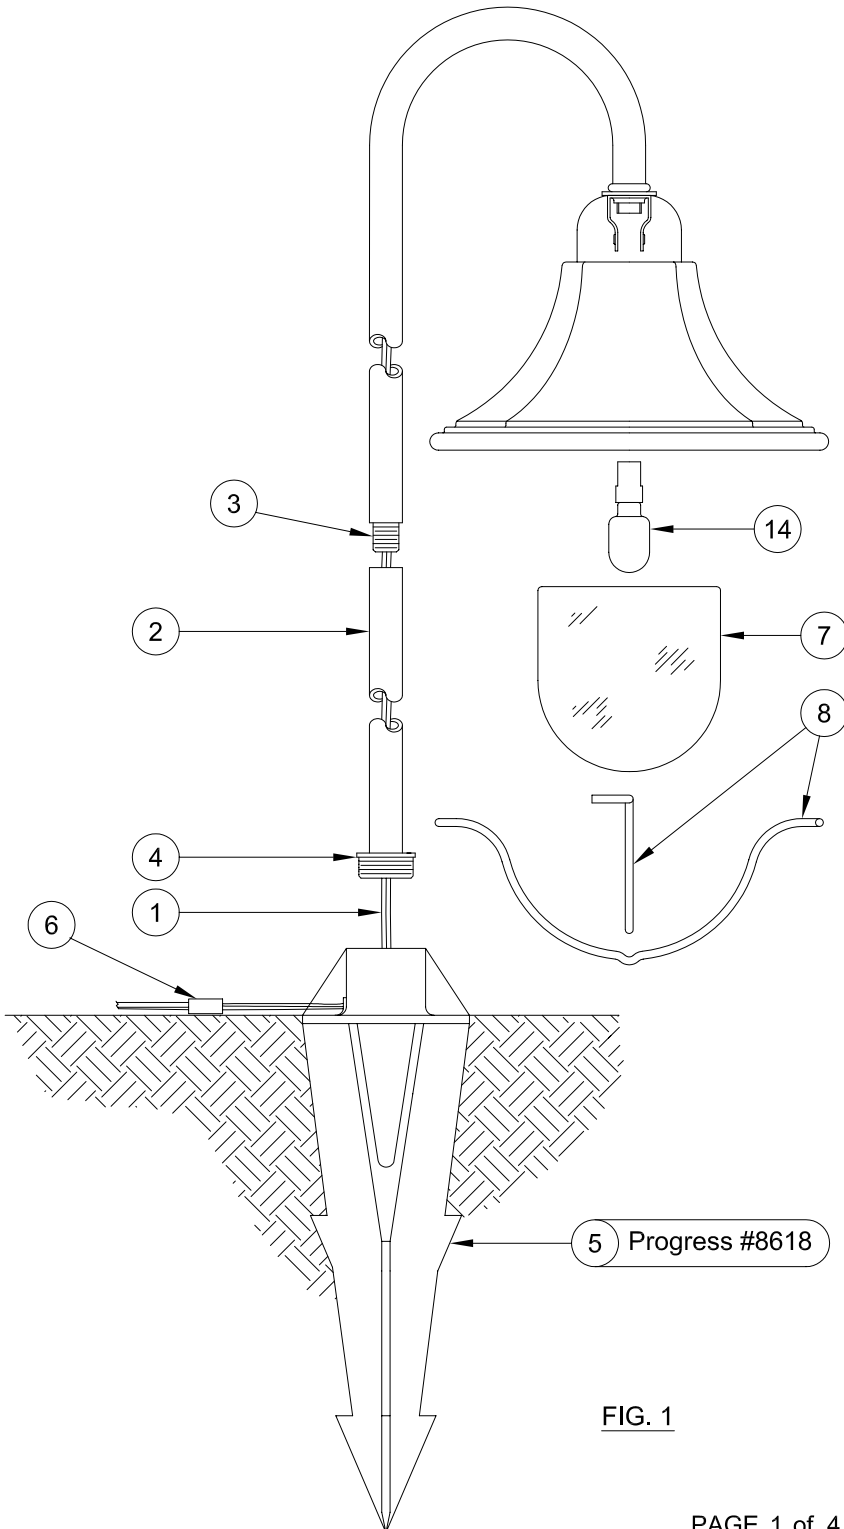
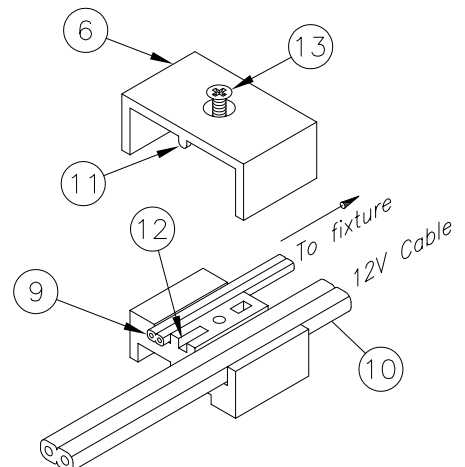

FIG. 1
FIG. 2
- 1.- Slip Fixture Wires (1) through Stem (2) and down through top opening of Ground Stake (5). Thread Stem (2) onto Nipple (3).
- 2.- Thread Adapter (4) firmly down into Progress 8618 Ground Stake (5) and make connections to supply wires using Wire Connector (6) as shown (Fig. 1). Push stake down into ground until top of stake is even with grade (Fig. 1).
- 3.- Install Lamp (14) 12 volt, 18 watt wedge base (T-5, #921).
- 4.- Install Glass Shade (7).
- 5.- Snap Wire Cage (8) into place.
6.- Connect Fixture Wire (9) to selected 10 or 12 Ga. Cable (10) with the Wire Connector Assembly (6) provided with fixture. (Fig. 2)
7.- Press 10 Ga. cable into slot marked 10 Ga. Press 12 Ga. cable into slot marked 12 Ga. Lay the 18 Ga. Wire into slot marked 18 Ga. (Fig. 2) **Caution:** Wires must lay flat in the slot.
8.- Assemble the Wire Connector (6) by aligning the Tab (11) of the contact half of the connector with the Notch (12) in the wired half of the connector. (Fig. 2)
9.- Compress the two halves by securely tightening the Thread Cutting Screw (13), forcing the contacts into the wires. (Fig. 2)
- 1.- Deslice los alambres del aparato de luz (1) por el vástago (2) y hacia abajo por la abertura más alta en la estaca (5). Enrosque el vástago (2) en la boquilla roscada (3).
- 2.- Enrosque firmemente el adaptador (4) en la estaca a tierra Progress 8618 (5) y haga las conexiones de los alambres de suministro usando el conector de alambre (6) como se muestra (Fig. 1). Empuje la estaca hacia abajo en el terreno hasta que la parte superior de la estaca quede al ras del suelo (Figura 1).
- 3.- Instale una bombilla (14) de 12 voltios, con un casquillo en cuña de 18 vatios (T-5, #921).
- 4.- Instale la pantalla de vidrio (7).
- 5.- Encaje el armazón (8) en su posición.
- PRECAUCIÓN:** El vidrio es frágil, maneje con cuidado la lente de vidrio (7) y la lámpara.
- 6.- Conecte el alambre del aparato de luz (9) al cable de 10 o 12 Ga seleccionado (10) usando el conector de alambres (6) provisto con el aparato de luz.
- 7.- Introduzca el cable de 10 Ga. en la ranura indicada 10 Ga. Introduzca el cable de 12 Ga. en la ranura indicada 12 Ga. Coloque el alambre de 18 Ga. en la ranura indicada 18 Ga. (Fig. 2) Precaución: Los alambres deben quedar planos en la ranura.
- 8.- Ensamble el conector de alambre (6) alineando la lengüeta (11) de la mitad del conector que hace conexiones con la muesca (12) en la mitad del conector que contiene alambres. (Fig. 2)
- 9.- Comprima las dos mitades ajustando firmemente el tornillo cortante (13), forzando los contactos en los alambres. (Fig. 2)
- 1.- Faites glisser les fils du dispositif d'éclairage (1) par la tige (2) et vers le bas par l'ouverture la plus haute du pieu (5). Vissez la tige (2) dans la tige fileté (3).
- 2.- Vissez bien l'adaptateur (4) sur un pieu Progress 8618 (5) et effectuez les connexions aux fils d'alimentation à l'aide du tube de raccord (6) selon le diagramme (Figure 1). Enfoncez le pieu dans la terre jusqu'à ce que le dessus du pieu reste au ras du sol (Figure 1).
- 3.- Installez une lampe (14) de 12 volts, à culot en forme de coin de 18 watts (T-5, #921).
- 4.- Installez le globe (7).
- 5.- Bloquez la grille (8) en place.
- MISE EN GARDE:** Le verre est toujours fragile; maniez avec prudence la lentille en verre (7) et la lampe.
- 6.- Reliez le fil du dispositif d'éclairage (9) au câble sélectionné de 10 ou 12 Ga. (10) à l'aide le raccord (6) fourni avec le dispositif d'éclairage. (Fig. 2)
- 7.- Introduisez le câble de 10 Ga. dans la rainure indiquée 10 Ga. Introduisez le câble de 12 Ga. dans la rainure indiquée 12 Ga. Placez le fil de 18 Ga. dans la rainure indiquée 18 Ga. (Fig. 2) Mise en Garde: Les fils doivent reposer à plat dans la rainure.
- 8.- Assemblez le raccord (6) alignant la languette (11) de la moitié du raccord pour connexions avec le cran (12) dans la moitié du raccord munie de fils. (Fig. 2)
- 9.- Appuyez sur les deux moitiés en vissant à fond l'écrou de perçage (13), forçant que les contacts pénètrent les fils. (Fig. 2)